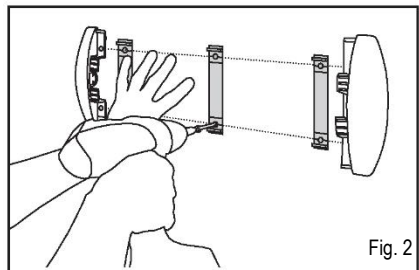

Fig. 2
- Posizionare le clip in alluminio in corrispondenza delle linee mediane. Posizionare la prima clip in alluminio a circa 20 mm dal terminale (o dall'angolare) e quindi posizionare le successive a intervalli non superiori a 750 mm. Verificare che siano perpendicolari al pavimento e quindi marcare sul muro i punti corrispondenti ai fori delle clip. Praticare i fori nel muro, inserire i tasselli e fissare le clip in alluminio al muro (vedere fig. 2).